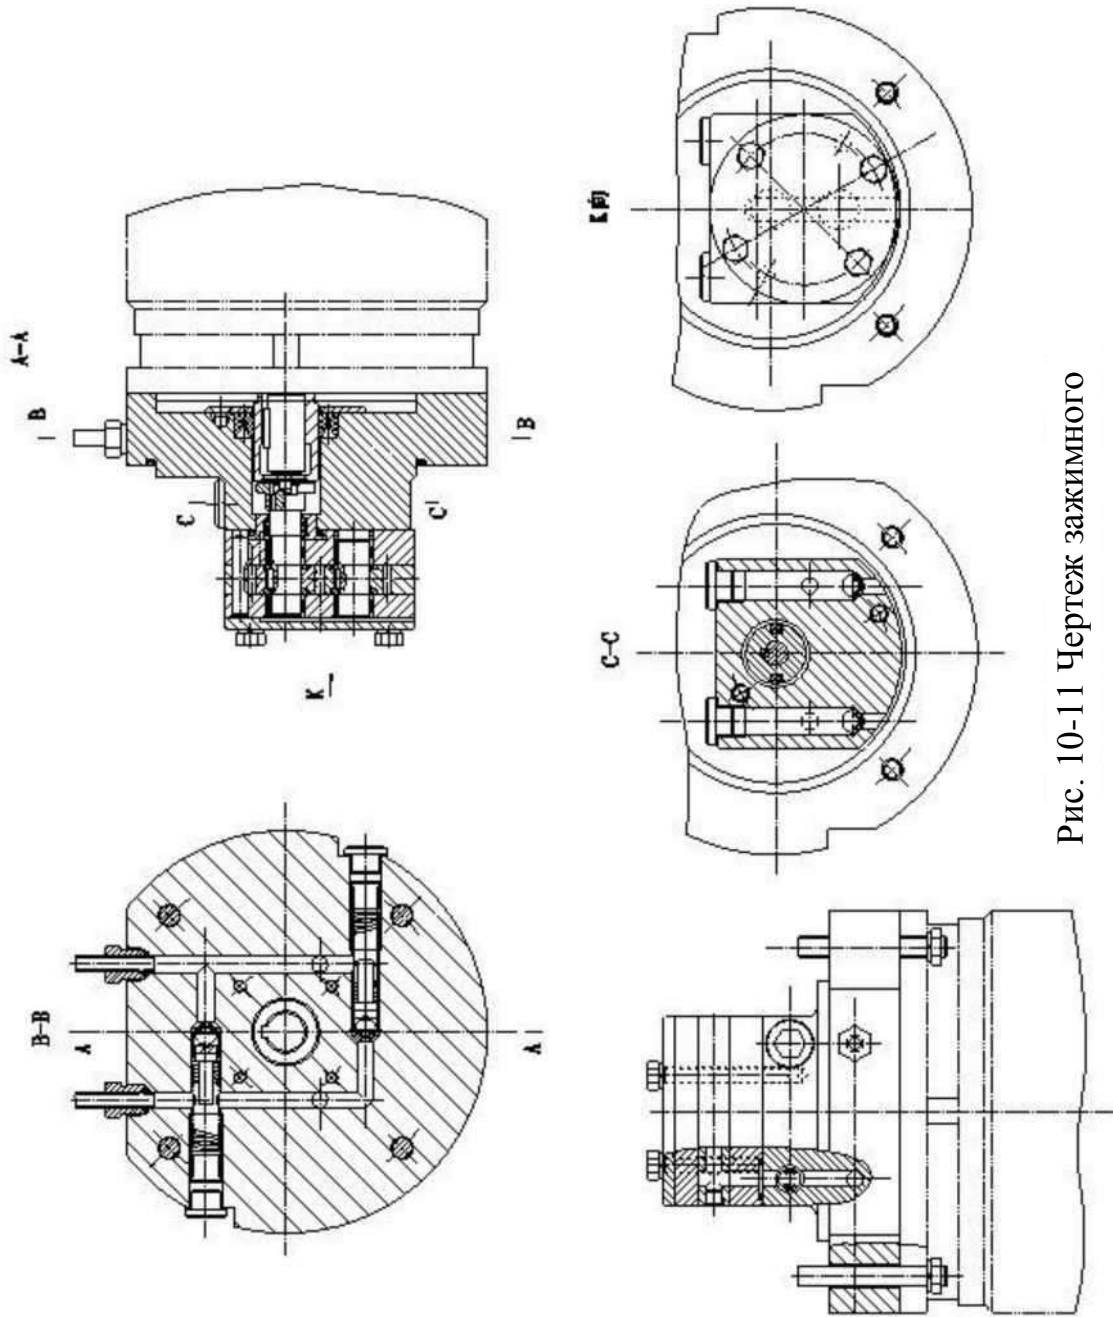

Рис. 10-11 Чертеж зажимного
10.6 Гидравлическая система (Рис. 10-11)
Зажим трех частей данного станка (шпиндельной головки, рукава, наружной и внутренней стоек), осуществляется зажимным масляным насосом, установленным на рукаве (Рис. 10-11). Масло под давлением передается на все зажимные масляные цилиндры через распределительный клапан, распределительный клапан расположен на правой стороне электрического шкафа.
(6) Регулировка гидравлического давления системы зажима (Рис. 10-11)
Гидравлическое давление системы зажима хорошо отрегулировано и зафиксировано перед поставкой. При определенных условиях вы можете отрегулировать гидравлическое давление, заменив пружину на новую (Рис. 10-11).